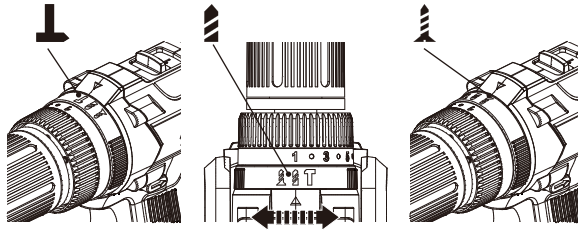

Fig. 7
Esta herramienta dispone de tres modos de funcionamiento: taladrado, atornillado y taladrado de impacto. Para seleccionar cualquiera de los tres modos, gire el anillo de selección de funciones (14), para alinear la flecha con el icono del taladro/tornillo/martillo en la carcasa. (Fig. 7).